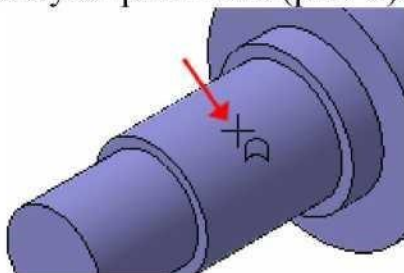

Рис. 6
13. Укажите цилиндрическую грань вала (рис. 6).